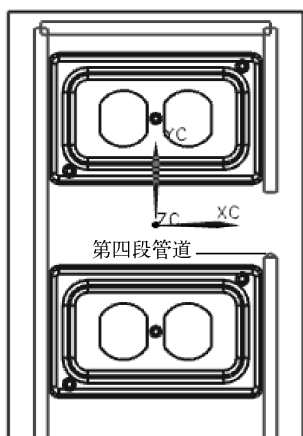

图 9-103 创建第四段管道
(10) 按照上述方法, 继续创建第四段管道, 如图 9-103 所示。